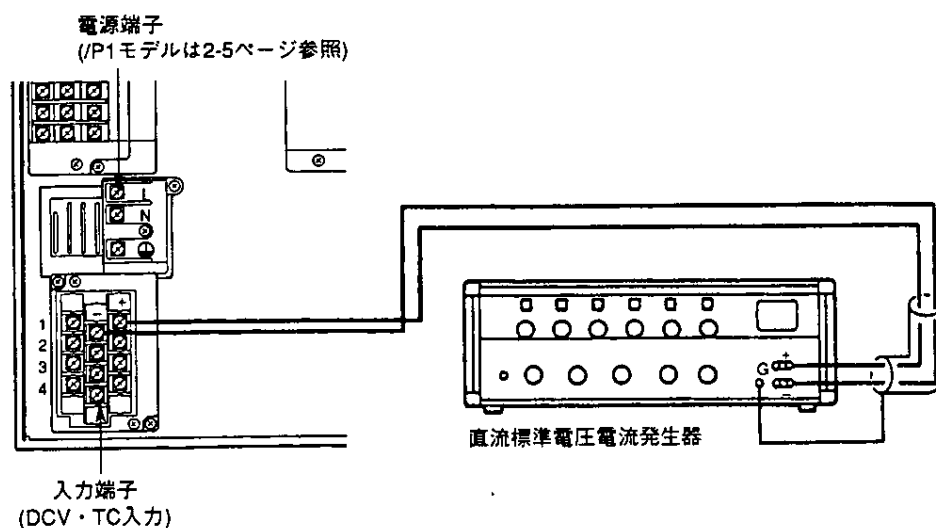

図4.18 パンモデル(打点モデルも同様です)
(1) 図4.18～図4.20のように配線し、各機器を十分ウォームアップします